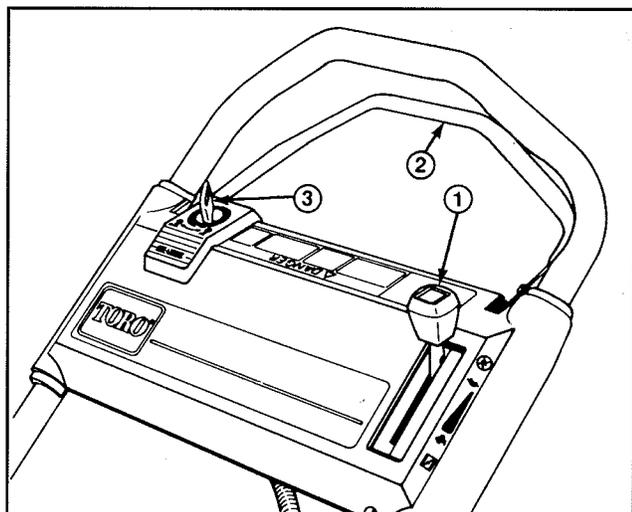
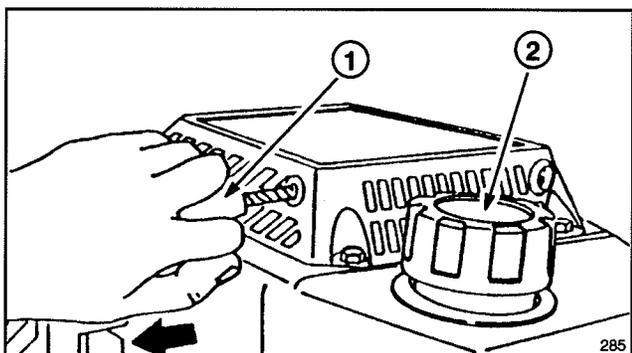
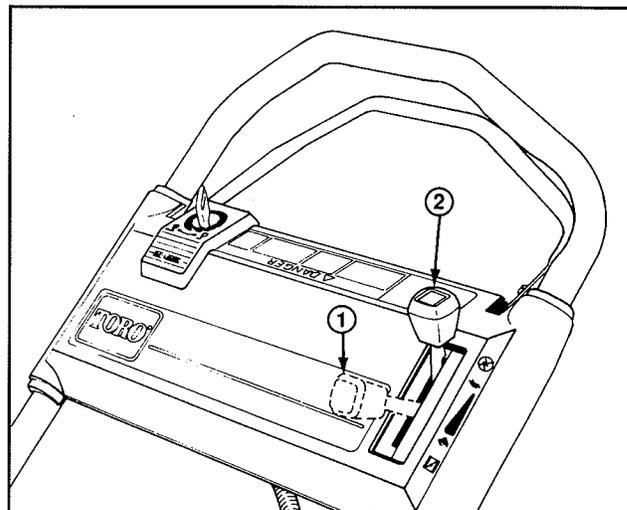

Figure 8
Figure 9
Figure 10
1. Nettoyer le pourtour du bouchon d'essence et le retirer (fig. 9). Remplir d'essence sans plomb jusqu'à 6 ou 13 mm (1/4 ou 1/2 pouce) du haut du réservoir.
COMMANDES—Le contact du démarreur (modèle à démarrage par clé de contact), la manette des gaz et celle du système de traction se trouvent sur le guidon supérieur (fig. 8). Le démarreur à corde se trouve sur le dessus du moteur (fig. 9).
2. **DÉMARRAGE ÉLECTRIQUE**—Pousser le levier des gaz en position CHOKE (starter) (fig. 10). Tourner la clé en position START et la relâcher une fois que le moteur a démarré. Une fois que le moteur tourne, placer la manette des gaz en position FAST (rapide) ou régler à la vitesse désirée. Si la charge de la batterie est insuffisante pour lancer le moteur, utiliser le démarreur à corde.
3. **DÉMARRAGE MANUEL**—Pousser le levier des gaz en position CHOKE (starter) (fig. 10). Tirer la corde du lanceur du moteur (fig. 9) jusqu'à ce qu'elle ne présente plus de mou. Puis, tirer vigoureusement pour lancer le moteur. Une fois que le moteur tourne, placer la manette des gaz en position FAST (rapide) ou régler à la vitesse désirée.
4. **ARRÊT** (fig. 10)—Pour arrêter le moteur, ramener la manette des gaz en position ENGINE OFF (moteur coupé). Débrancher le fil de bougie si la tondeuse ne va plus être utilisée ou est laissée sans surveillance.